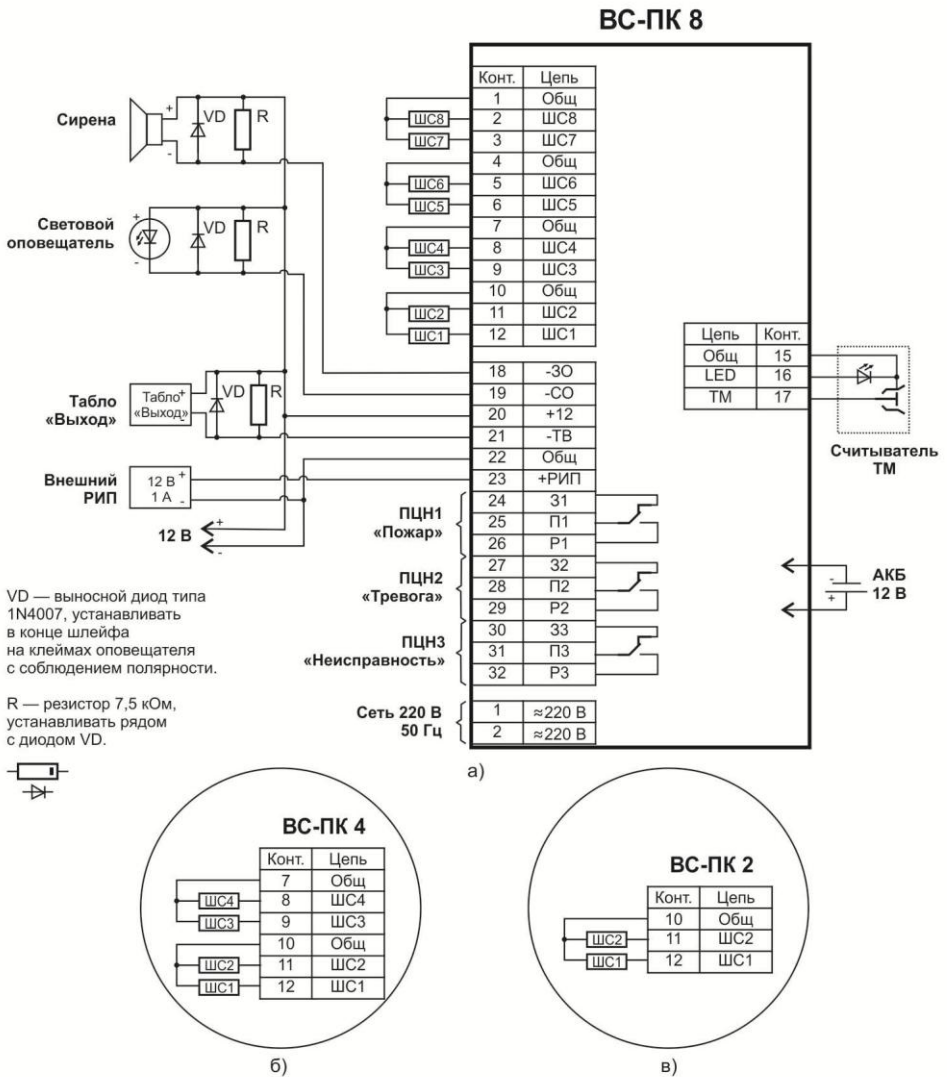

Рис.2. Схемы внешних соединений приборов ВС-ПК2(4,8) GSM.
Монтаж шлейфов сигнализации производится следующим образом: шлейфы сигнализации с установленными в них выносными резисторами и извещателями подключаются к соответствующим клеммам «1...8» и «⊥» (Рис.2).
Монтаж внешних устройств производится следующим образом (Рис.2, Рис.10):
**Неиспользуемые выходы «30», «СО», «ТВ» должны быть зашунтированы диодами типа 1N4007 и резисторами 7,5 кОм (см. схему соединений Рис.2), для исключения тревожных извещений о неисправности соединительных линий внешних оповещателей, либо контроль цепей оповещателей должен быть отключен (см. код 7-2 таблицы 5).**
При использовании ключей ТМ, подключите внешний считыватель ключей ТМ к клеммам «ТМ, ⊥», светодиод ТМ подключите к клемме «LED» по схеме Рис.2.